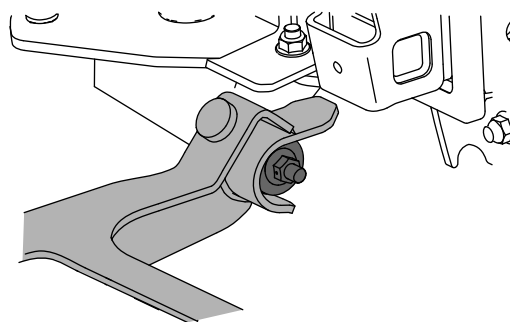

Figura 13
13. Coloque las horquillas del conjunto del soplador sobre los casquillos (Figura 13).